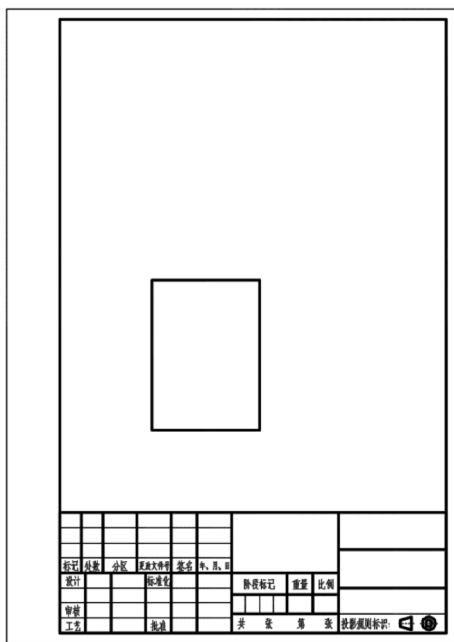

图 13-3 绘制闭合的连续直线段
3) 绘制连续直线段, 如图 13-3 所示。此步骤的命令行操作如下。